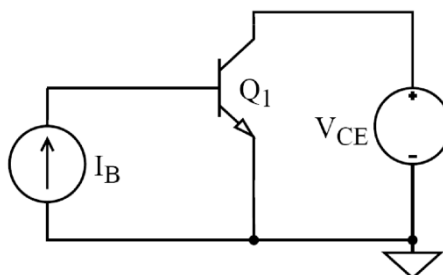

Figura 2: Circuito para la simulación de la curva de salida.
- b. **Curva de salida:** Se utilizará el circuito de la figura 2 para obtener la curva de salida mediante simulación. La fuente de corriente para la base, I_B , tendrá el valor correspondiente a la tabla 1. La fuente de tensión V_{CE} variará en el rango 0V a 4 V. El tipo de simulación debe ser un barrido de continua, “DC sweep”.